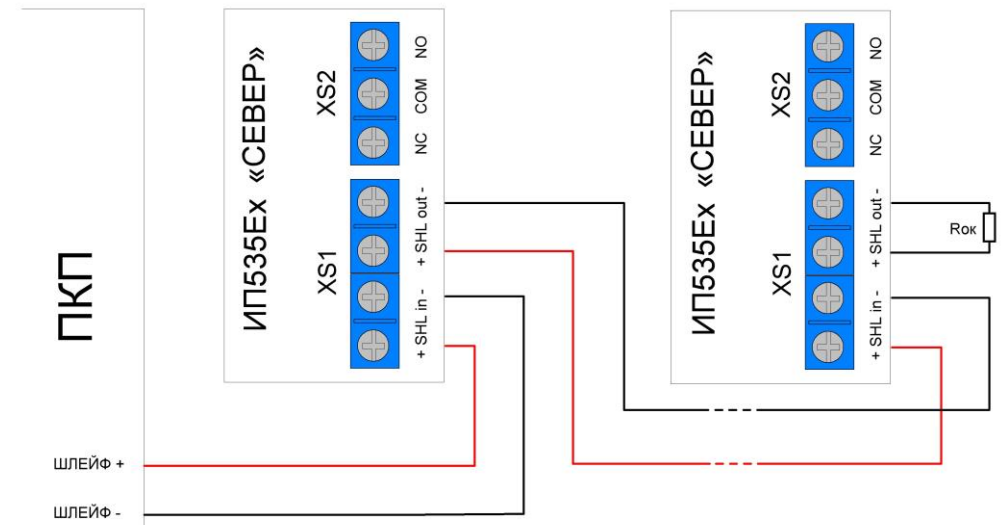

Рис.2. Схема подключения извещателей в шлейф
- Подключите провода шлейфа через герметичные кабельные вводы к клеммам на плате извещателя согласно схеме приведенной на Рис.2